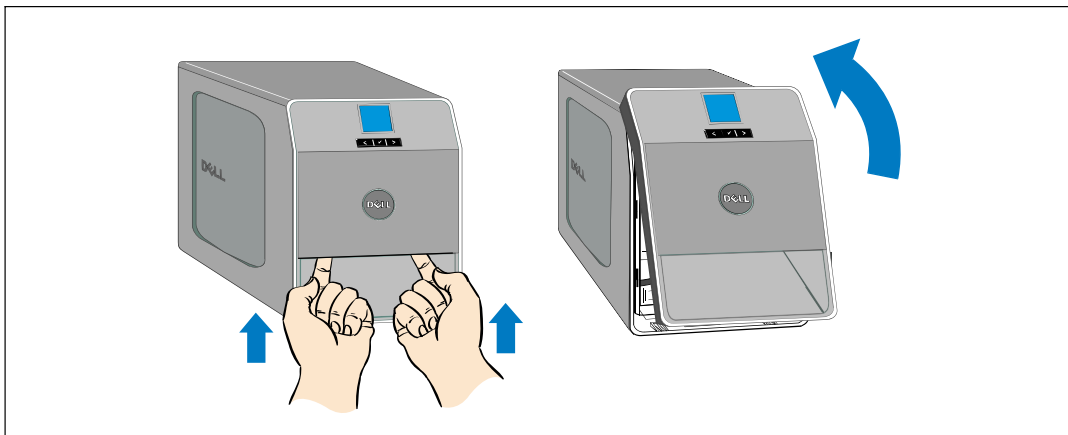

Figura 24. Cómo extraer la cubierta frontal de la UPS
- 2 Retire la cubierta frontal de la UPS (consulte la Figura 24):